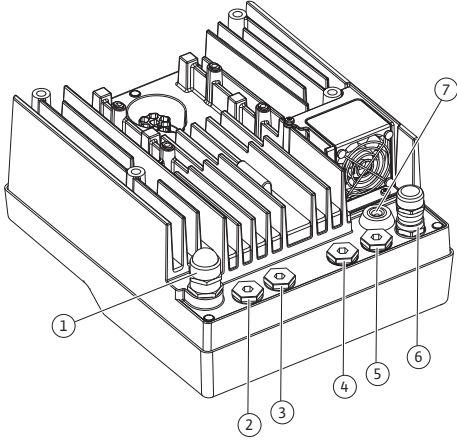
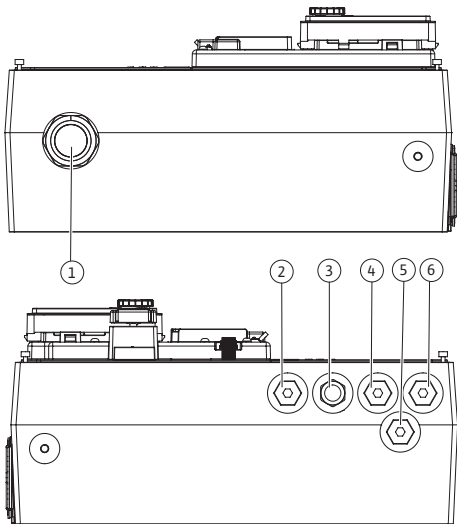

Fig. 21: Kablo bağlantıları/kablo geçitleri (0,37 kW ... 7,5 kW)
Fig. 22: Kablo bağlantıları/kablo geçitleri (11 kW ... 22 kW)
Elektronik modülünde (Fig. 21) klemens bölgesi için altı kablo geçidi bulunur. Elektronik modüldeki elektrikli fanın elektrik beslemesi kablosu fabrika tarafından takılmıştır.
Elektronik modülünde (Fig. 22) klemens bölgesi için bir tarafta beş kablo geçidi bulunur. Diğer tarafta ise elektrik beslemesi için kablo geçidi bulunur.
Kablo bağlantıları 2 ... 5 (Fig. 21 ve Fig. 22) için contalar dahil kablo geçitleri ürüne set olarak dahildir.
4. Baęlantı kablosunu M25 kablo baęlantısından geçirin (Fig. 21, Poz. 1, 0,37 kW ... 7,5 kW).
Baęlantı kablosunu M40 kablo baęlantısından geçirin (Fig. 22, Poz. 4, 11 kW ... 22 kW).